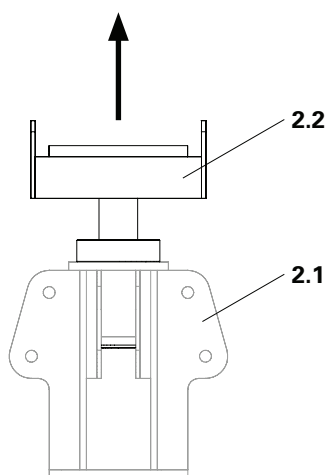

Fig. D2.04
2. Rimuovere l'albero (**2.2**) dall'albero di testa (**2.1**). (Fig. D2.04)